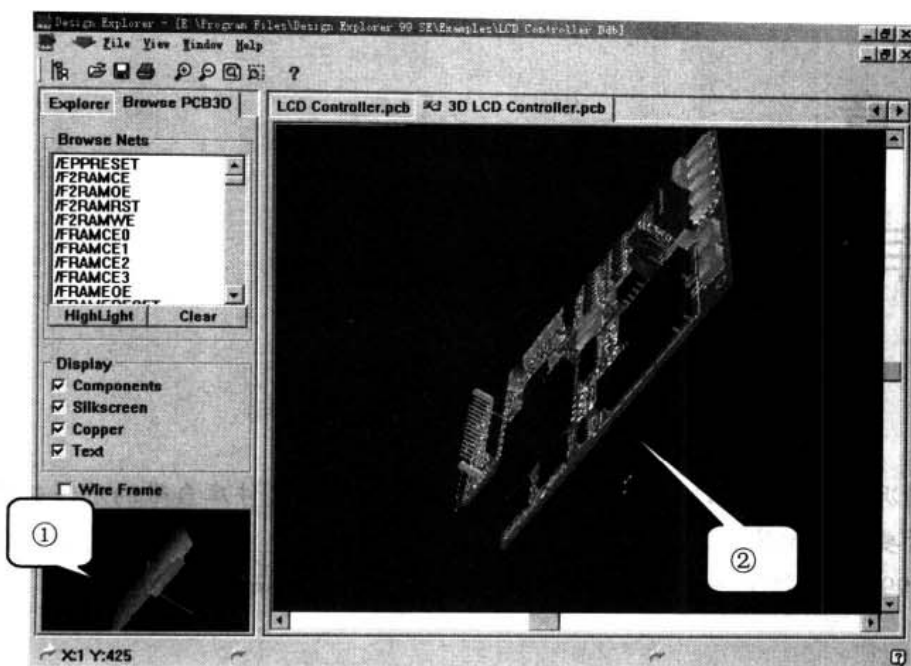

图 16-7 多角度浏览 PCB 板效果图
- (4) Display 选项区域中有以下 4 个选项，可根据需要浏览不同的电路板层：Component（元件层）、Silkscreen（丝印层）、Copper（敷铜层）和 Text（文字）。
- (5) 在浏览区域中或左边的视图小窗口中，按住左键，可以任意旋转 PCB 板的 3D 视图，从各个侧面观察制作的 PCB 板，如图 16-7 中的①、②所示。